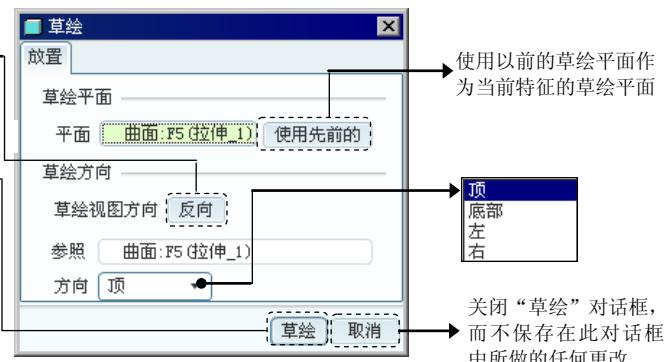

图 5.9.20 “草绘”对话框
Step2. 此时系统进入草绘环境，选择下拉菜单 **草绘(S)** → **新建(N)** 命令，系统会弹出“草绘”对话框，其中各选项的说明如图 5.9.20 所示。